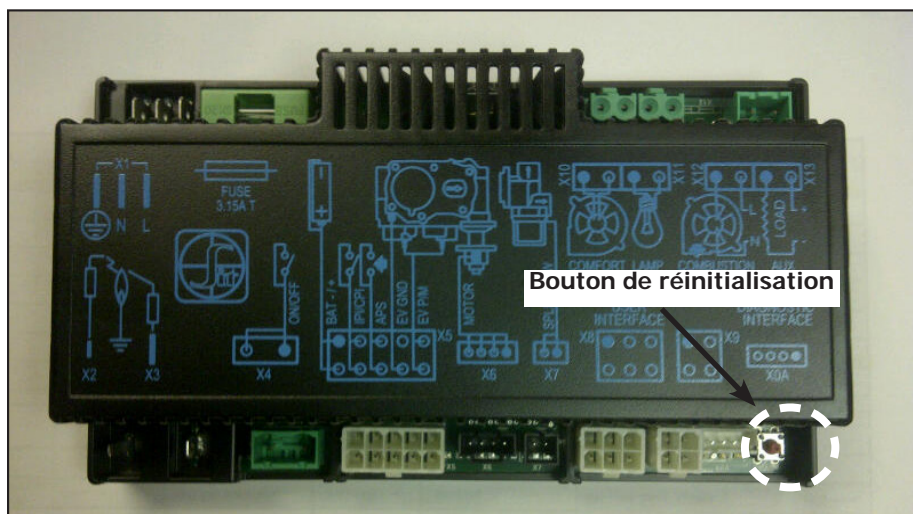
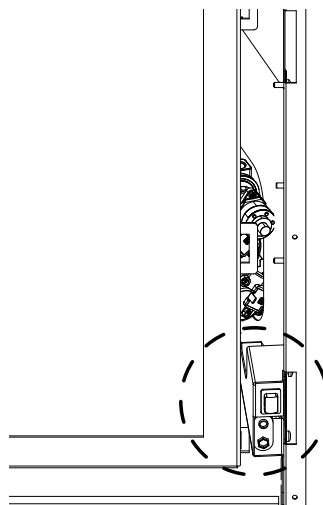

Figure 6 : Contrôleur de cheminée intégré
Figure 7 : Bouton de réinitialisation à distance
Le Proflame 2 IFC (Figure 6) se connecte directement à la vanne de gaz, au moteur pas à pas, au pilote, au ventilateur à convection et aux lumières d'accentuation avec des faisceaux de câbles. L'IFC est principalement alimenté par 120 VCA, mais peut également fonctionner avec une batterie de secours de quatre (4) piles de type AA pendant des périodes plus courtes. L'IFC accepte les commandes par radiofréquence de l'émetteur pour faire fonctionner l'appareil conformément à la configuration particulière du système Proflame 2. L'IFC dispose d'un bouton de réinitialisation rouge dans le coin avant droit qui est utilisé pour synchroniser l'émetteur lors de la première utilisation ou après le remplacement des piles. Il existe également un bouton de réinitialisation à distance situé sur le côté inférieur droit de l'armoire (Figure 7)
Installez les quatre (4) piles AA dans le support de piles IFC. Notez la polarité de la pile et insérez-la dans le compartiment de la pile comme indiqué sur le corps du support de piles. Appuyez et relâchez le bouton de réinitialisation (voir Figure 7).